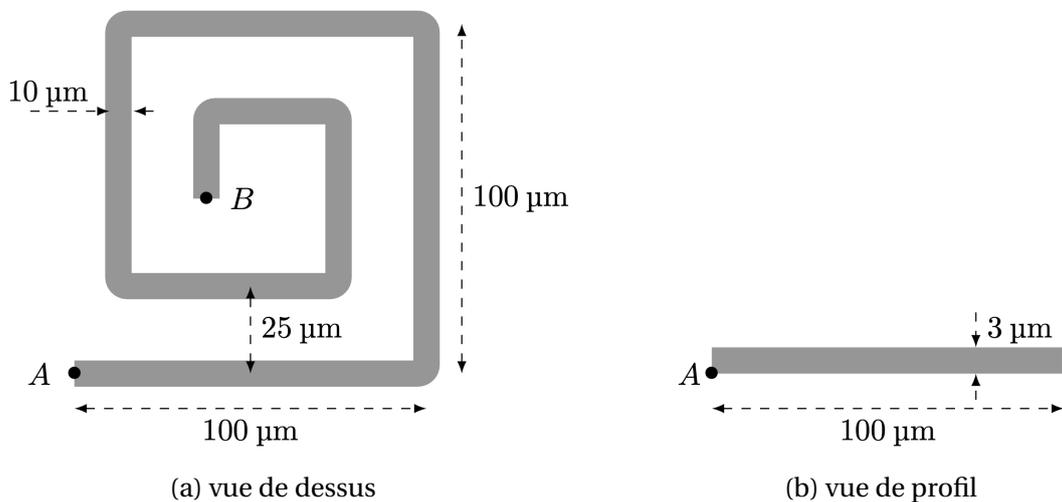

FIGURE IV-1 – Schéma d'un enroulement en cuivre
On étudie l'enroulement d'un transformateur miniaturisé, réalisé en cuivre comme indiqué figure IV-1.
1. Pour l'enroulement de cuivre de la figure IV-1, le courant circule de A vers B . Évaluer sa résistance électrique R_e .